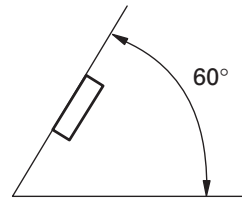

Abb. 4
- Wenn der Einbauwinkel mehr als 60° von der Horizontalen abweicht, kann es sein, daß das Gerät nicht optimal arbeitet. (Abb. 4)